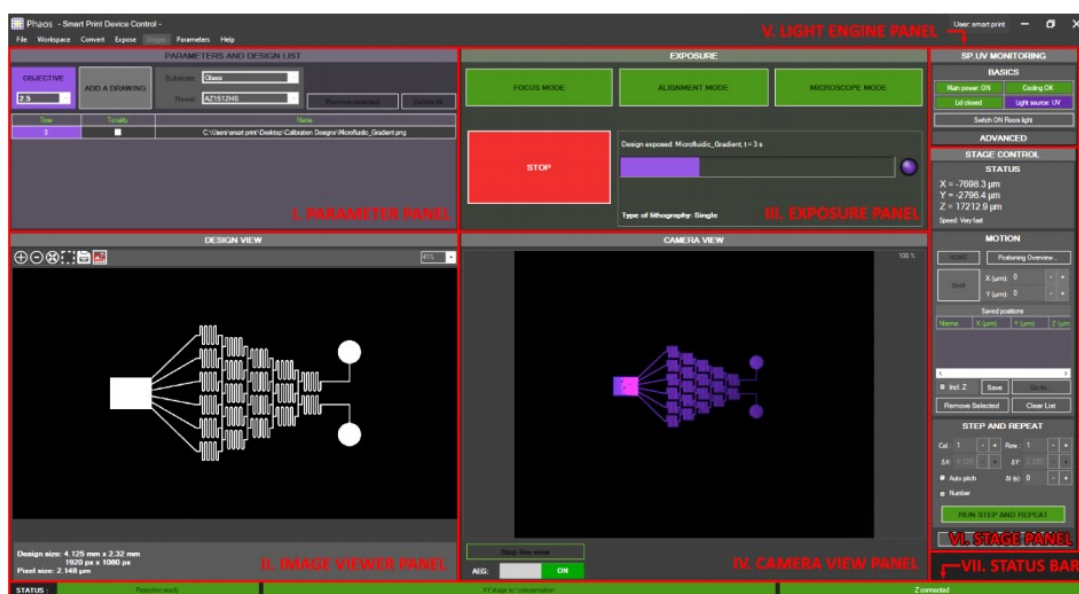

图 11 - Phaos 软件主窗口
软件主界面由 6 个界面组成(图 11):
6. 在参数界面(图 11), 从相应的下拉列表(图 14)选择您的目标, 基板和光刻胶。
- ◇ 单击 曝光 EXPOSURE 界面中的 FOCUS MODE 按钮(图 11)
10. 单击 EXPOSURE 界面中的 EXPOSE SELECTED DRAWING 按钮(图 11)。
- 在 PARAMETER 参数界面(图 11)中，在相应的下拉列表中选择 objective 目标、resist 光刻胶和 substrate 基板。